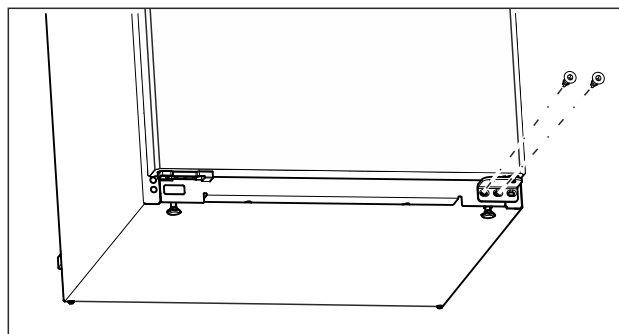

Fig. 10
- Keerake alumisel laagripukil keskmine kruvi Torx 20 kruvi-keerajaga välja. (vt. Fig. 10)
- Keerake alumisel laagripukil sisemine kruvi Torx 20 kruvi-keerajaga välja. (vt. Fig. 10)